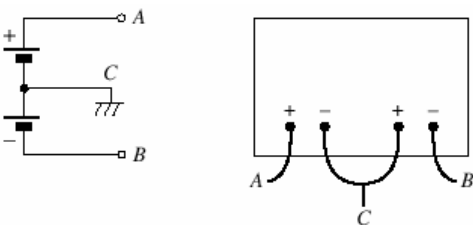

Fig. S11.
**Alimentazione duale.** Per ottenere tensioni duali (ad esempio  $\pm 12$  V) disponendo di due alimentazioni indipendenti anche fornite dallo stesso alimentatore, occorre effettuare i collegamenti illustrati in fig. S11. Il morsetto C risulta essere il riferimento comune per il circuito.